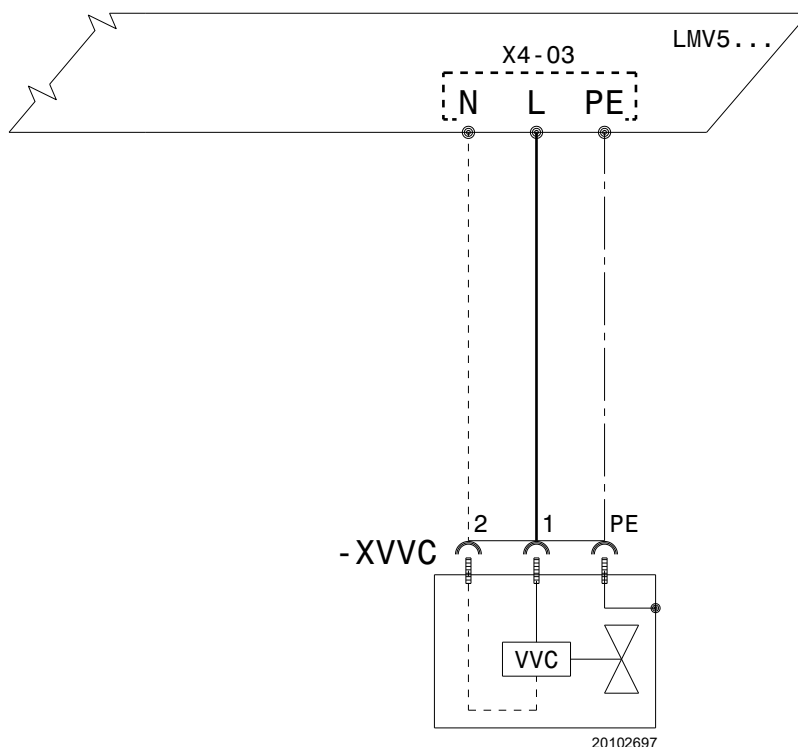

Fig. 8
Para las conexiones eléctricas proceder de la siguiente manera (Fig. 8):
- Conectar l'alimentación de la válvula a través de la conexión, suministrada con el kit, a los terminales del conector X4-03 de la caja de control LMV5 ... (Fig. 8);